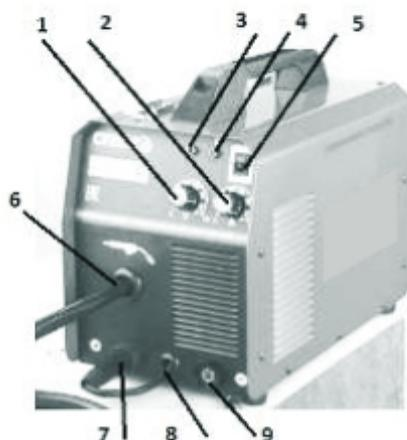

Рис.1. Общий вид
7.1. Включить аппарат выключателем на задней панели, загорится индикатор «Сеть» (рис. 1, поз.3).
7.2. Установить регулятор сварочного тока (рис.1, поз. 2) в необходимое положение.